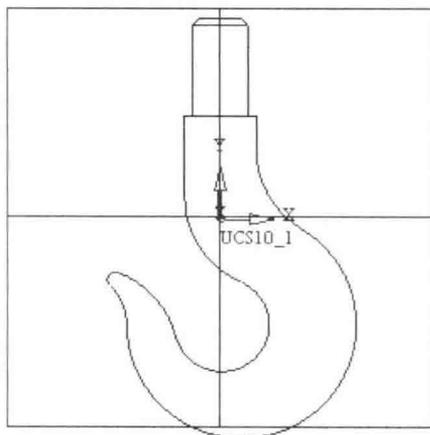

图 1-15 效果图
(4) 点选“草图”工具条的“退出草图”命令按钮 ，完成如图 1-15 所示的吊钩绘制。